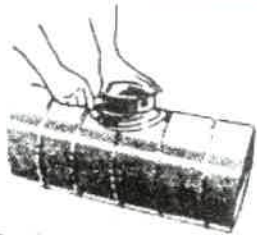

Fig. 2
- 1 - plaats het zadelstuk op de spiraalgefelsde buis en teken af zoals in fig. 2